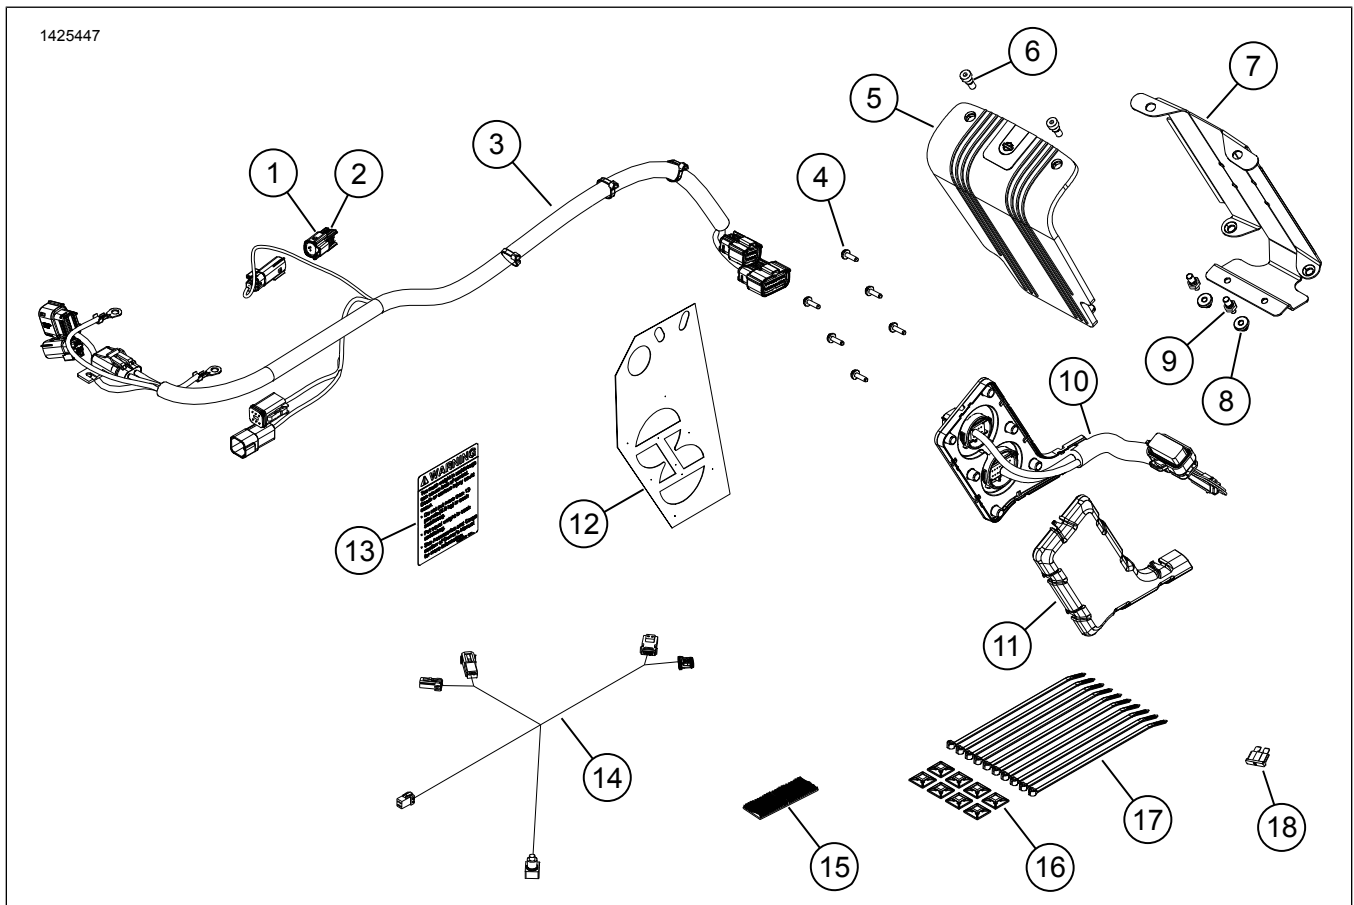

Figura 1. Piezas de servicio: Kit del amplificador primario
3. Consulte la Figura 1. Instale la etiqueta de capacidad de la alforja (13).